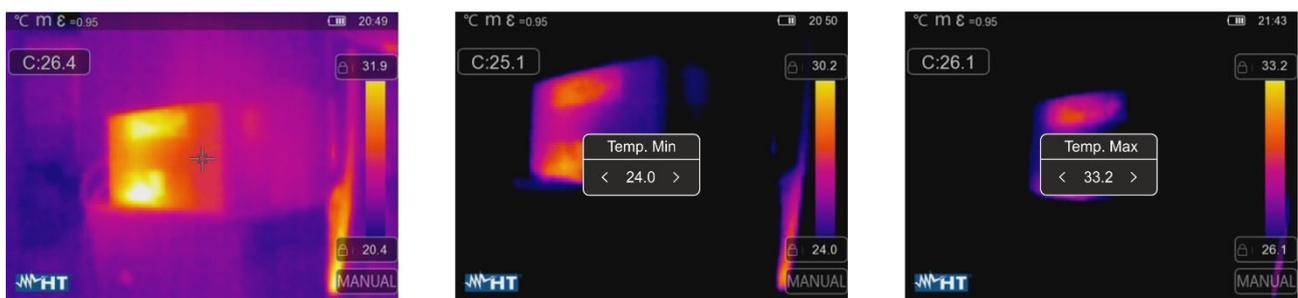

Abb. 45: Einstellung des Manuellen Modus
3. Berühren Sie das Symbol "🔒" am unteren Rand des Balkens und stellen Sie mit den Pfeiltasten < oder > den Wert der Mindesttemperatur ein, die dem niedrigen Niveau des Balkens in Schritten von 0,1 ° C zugeordnet ist (siehe Abb. 45 - mittlerer Teil)
5. Berühren Sie das Symbol "🔒" am oberen Rand des Balkens und stellen Sie mit den Pfeiltasten <oder> den Wert der Maximaltemperatur, der dem obersten Niveau des Balkens zugeordnet ist, in Schritten von 0,1 °C ein (siehe Abb. 45 - rechte Seite)